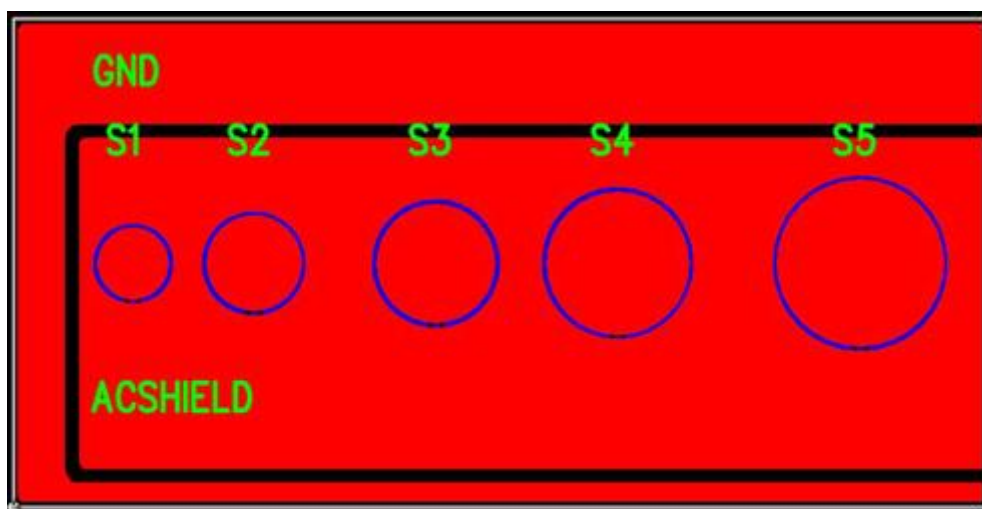
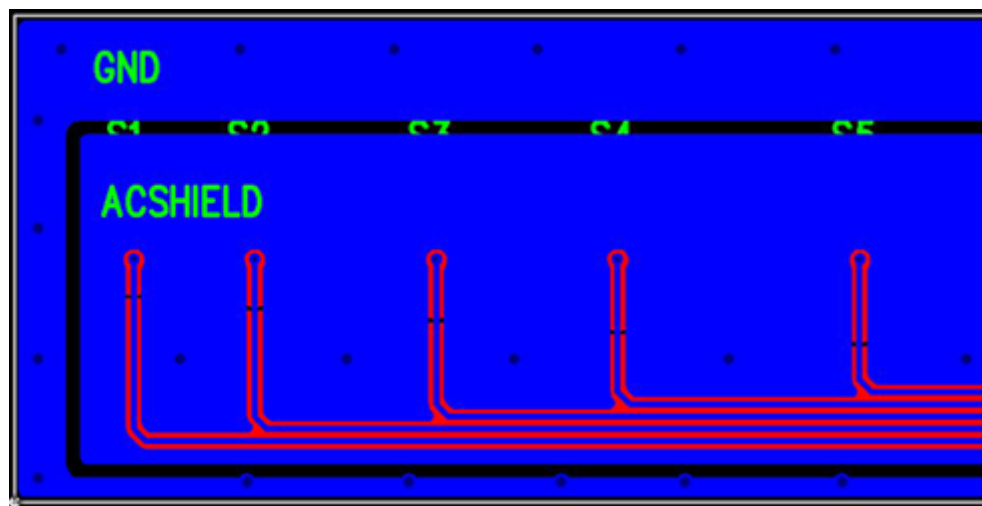
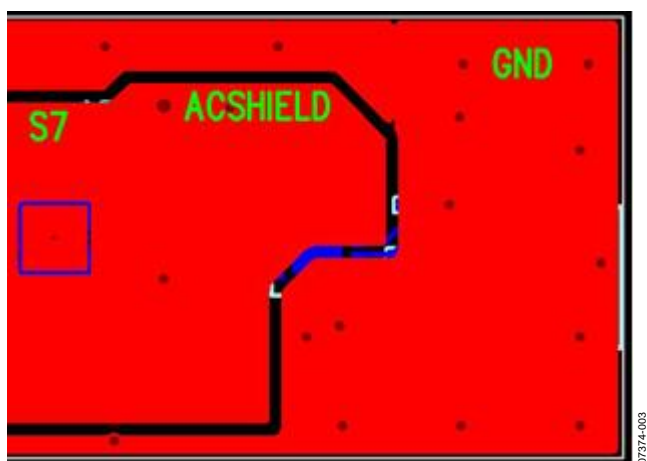
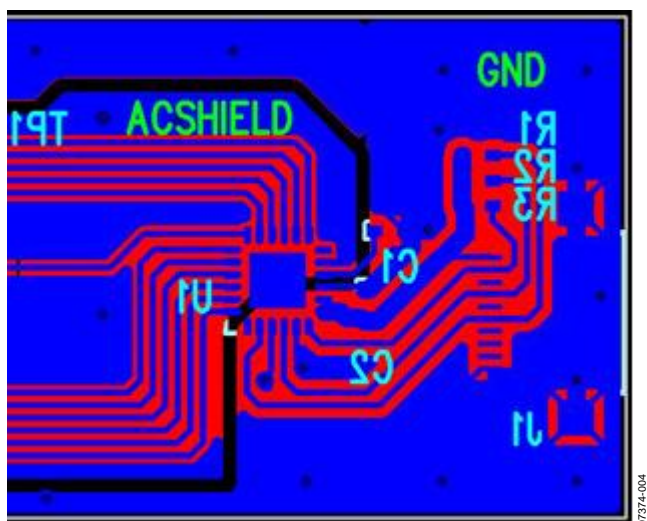

図 1. センサー・レイアウト例、最上層
図 2. センサー・レイアウト例、最下層
図 3.AD7147 または AD7148 のレイアウト例、最上層
図 4.AD7147 または AD7148 のレイアウト例、最下層
- PCB のすべての層で、センサーとセンサー・パターンの周囲を AC_{SHIELD} プレーンで囲む必要があります。AC_{SHIELD} プレーンは、センサーとセンサー・パターンの周囲で少なくとも 1 mm 離れている必要があります (レイアウト例については図 1～図 4 参照)。
- シリアル・インターフェースと PCB 上のセンサー領域以外の領域を囲んでグラウンド・プレーンを配置します。AC_{SHIELD} プレーンとグラウンド・プレーンとの間の間隔は、製造許容偏差に応じて 0.2 mm または 0.4 mm とすることができます (図 1 と図 2 参照)。
- AD7147 または AD7148 をレイアウトする際、AC_{SHIELD} プレーンは CIN パターンとピンを囲むように配置し、グラウンド・プレーンはシリアル・インターフェースと他のデジタル・ピンを囲むように配置します (図 3 と図 4 参照)。同じ AC_{SHIELD} とグラウンド・プレーンを下の各 PCB 層にも設ける必要があります。
ESD 保護デバイスの使用の他に、センサーと AD7147 または AD7148 へのセンサー配線の周囲に幅 2 mm の AC_{SHIELD} プレーンを配置することが推奨されます。この領域からボード外縁へ広がるグラウンド・プレーンを設ける必要があります。これにより、ESD パルスにとって、 AC_{SHIELD} パターンまたは C_{IN} パターンへ向かう代わりに、グラウンドへ向かう最小抵抗パスが用意されます。センサー PCB 上のグラウンド・プレーンと AC_{SHIELD} プレーンの配置を示すレイアウト例を図 1～図 4 に示します。